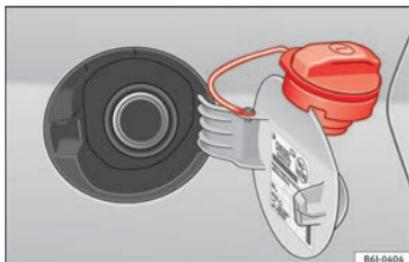

Abb. 51 Tankklappe mit aufgestecktem Tankverschluss.
- Stecken Sie den Tankverschluss in den oberen Teil der Tankklappe » Abb. 51.